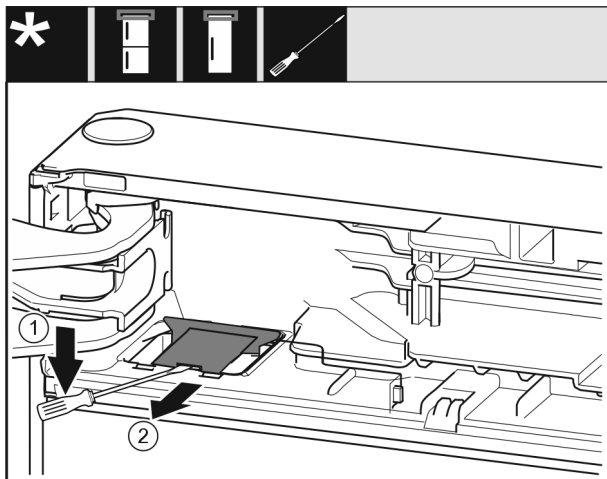

Fig. 14
- ▶ Pattintsa ki a fedelet Fig. 14 (1) lapos csavarhúzóval.
- ▶ Vegye ki a fedelet Fig. 14 (2).